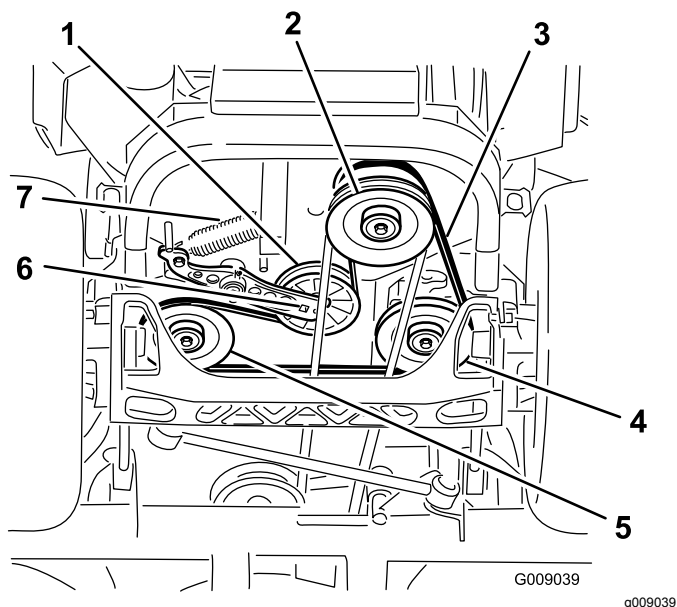

Figure 75
- Soulevez la machine sur des chandelles (Figure 75).
- Insérez un rochet dans le trou carré du bras de la poulie de tension pour déposer le ressort (Figure 75).
- Décrochez le ressort de la poulie de tension du cadre (Figure 75).
- Insérez un rochet dans le trou carré du bras de la poulie de tension pour installer le ressort de la poulie sur le cadre (Figure 75).